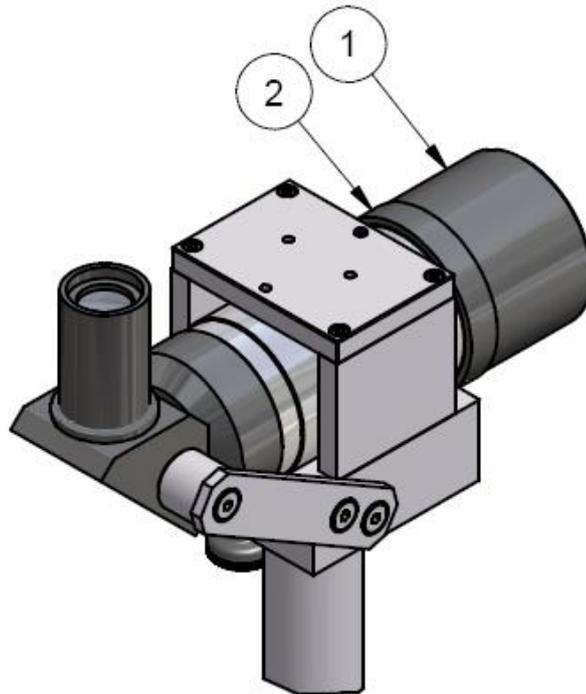

Figura 4
- a) Allentare la ghiera interna (quella più stretta) Figura 4 nr.2
- b) Ruotare la ghiera esterna (quella più larga) Figura 4 nr.1 fino a quando l'immagine osservata nel mirino è a fuoco